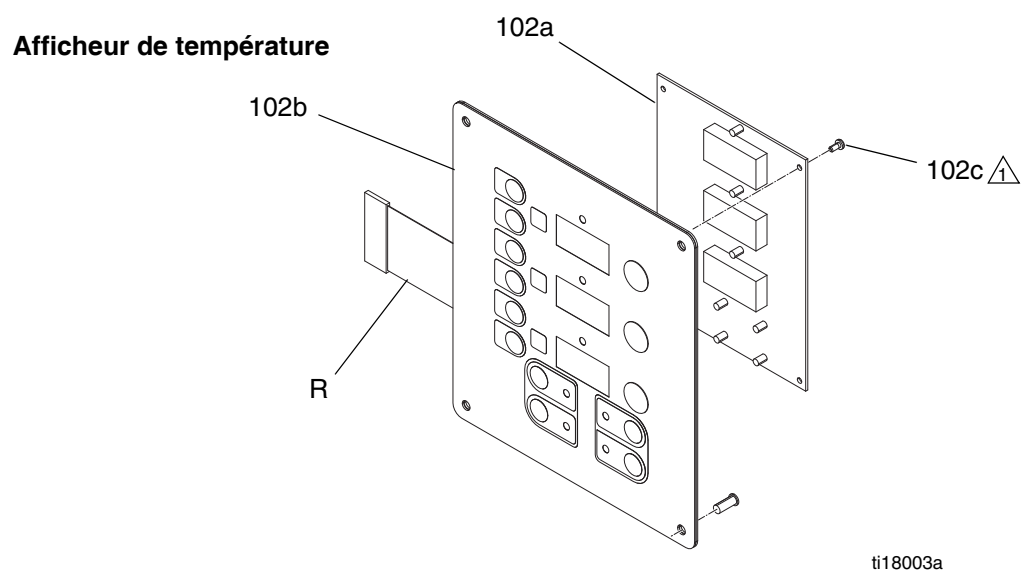

FIG. 17. Module d'affichage
5. Débranchez le câble principal d'affichage (106) dans le coin inférieur gauche du module d'affichage ; voir FIG. 17, page 40.
6. Retirez les vis (116) et le couvercle (105) ; voir FIG. 17, page 40.
7. Débranchez le connecteur de câble situé à l'arrière de l'afficheur de température (102). Voir FIG. 17.
8. Débranchez le(s) câble(s) plat(s) (R) sur l'arrière de l'afficheur ; voir FIG. 17, page 40.
9. Retirez les écrous (103) et le plateau (101).
10. Démontez l'affichage ; pour plus de détails, voir FIG. 17, page 40.
12. Réassemblez dans l'ordre inverse, voir FIG. 17, page 40. Mettez de la colle à filetage moyenne force là où c'est indiqué. Assurez-vous que le fil de terre (G) de l'affichage est bien fixé entre le passe-câble et le capot (105) avec les vis (107).